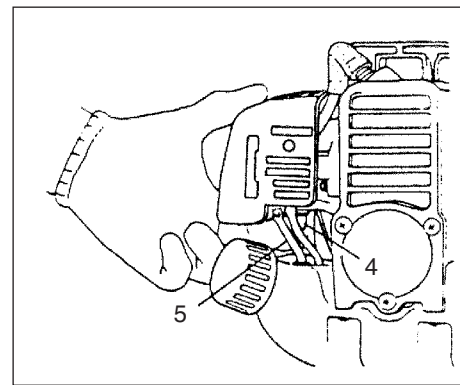
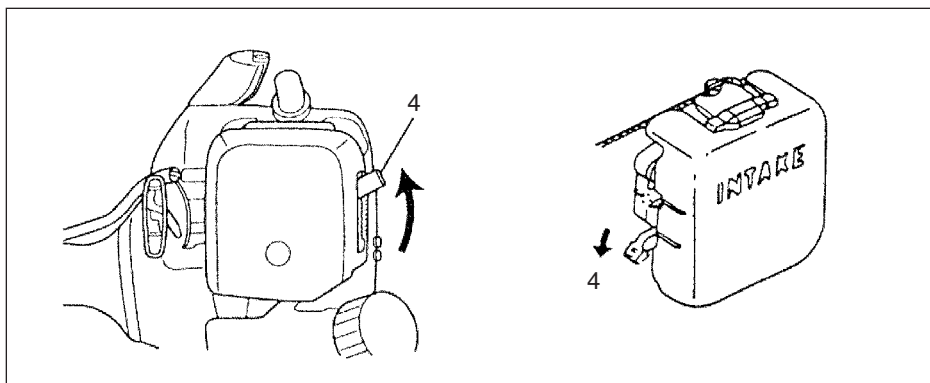

Fig. 2-2C
Fig. 2-3
*Pumpa på handpumpens blåsa (4) tills bränsle strömmar in i returledningen (5) (om sådanfinns). (Fig. 2-2C)
2. Med avtryckaren (2) nedtryckt (om sådan finns) skall du dra gasreglaget och trycka på gasregeringslåset (1). Släpp därefter först gasreglaget sakta och sedan avtryckaren (2). Detta gör att gasreglaget blir låst i startläget.
3. Skjut chokereglaget till stängt läge (4). (Fig. 2-3)